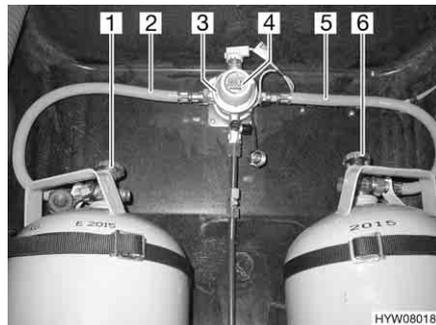
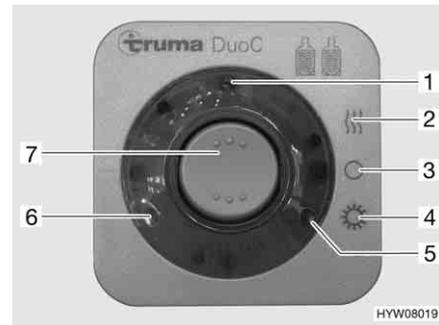

Fig. 147 Dispositif de commutation DuoControl
Fig. 148 Unité de commande
Le dispositif de commutation DuoControl est composé d'une valve de commutation (Fig. 147,3) et de l'unité de commande (Fig. 148). La valve de commutation est montée entre les lyres (Fig. 147,2 et 5). Un bouton rotatif (Fig. 147,4) situé sur la valve de commutation permet de définir laquelle des bouteilles de gaz est celle de service et laquelle est celle de réserve.
Seules les fonctions électriques peuvent être activées sur l'unité de commande (Fig. 148). Les robinets principaux des bouteilles de gaz (Fig. 147,1 et 6) doivent être ouverts manuellement.
La valve de commutation garantit une pression du gaz constante, indépendamment de la bouteille qui fournit le gaz. Les deux voyants de contrôle de l'unité de commande indiquent le niveau de remplissage de la bouteille de service. Lorsque le voyant de contrôle vert (Fig. 148,6) s'allume, la bouteille de service est entièrement chargée. Lorsque le voyant de contrôle rouge (Fig. 148,5) s'allume, la bouteille de service est vide. L'alimentation en gaz s'effectue également par la bouteille de réserve.
- Ouvrir les robinets principaux des bouteilles de gaz (Fig. 147,1 et 6).
- Choisir la bouteille de gaz avec le bouton rotatif (Fig. 147,4) de la valve de commutation (Fig. 147,3) à partir de laquelle le gaz sera utilisé principalement (bouteille de service).
- Mettre en marche le dispositif de commutation DuoControl sur l'unité de commande (Fig. 148).
Pour ce faire, régler le commutateur à bascule (Fig. 148,7) sur régime hiver "Marche et chauffage" (Fig. 148,2) ou bien sur régime été "Marche" (Fig. 148,4). La valve de commutation est maintenant désaérée. Le voyant de contrôle jaune (Fig. 148,1) s'allume si le régime hiver est sélectionné et l'installation de dégivrage est activée.
- Mettre le commutateur à bascule (Fig. 148,7) sur "O" (Fig. 148,3). Le voyant de contrôle jaune (Fig. 148,1) s'éteint.
- Fermer les robinets principaux des bouteilles de gaz (Fig. 147,1 et 6).
Affichage à distance Les voyants de contrôle de l'unité de commande (Fig. 148,5 et 6) signalisent à l'intérieur du véhicule si la bouteille de gaz est en état de marche.
Remplacement des bouteilles de gaz Si le voyant de contrôle vert (Fig. 148,6) s'éteint durant le fonctionnement et le voyant de contrôle rouge (Fig. 148,5) s'allume, la bouteille de gaz définie comme bouteille de service est vide et doit être remplacée. La bouteille de réserve alimente les appareils à gaz.